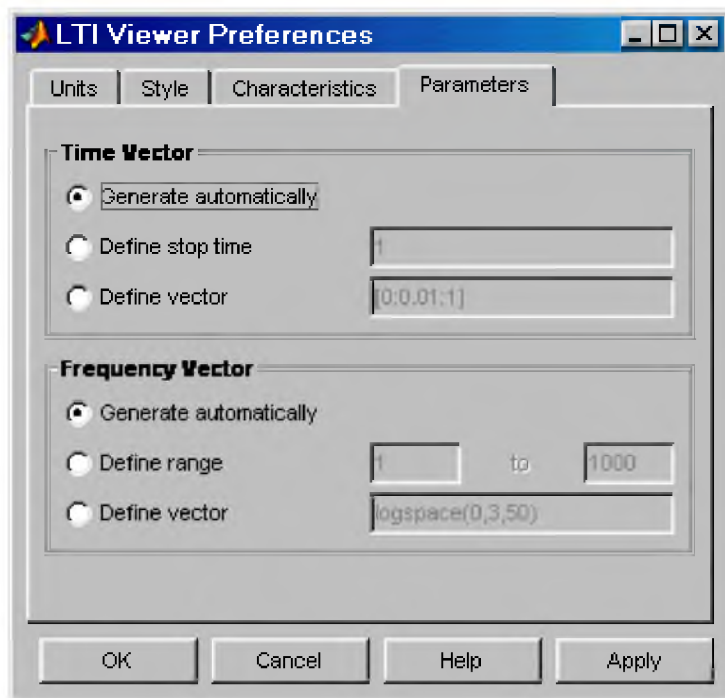

Рис. 11.8. Вкладка **Parameters**
3. Установка параметров расчета переходного процесса (вкладка **Characteristics**). Данная вкладка позволяет задать параметры установленные "по умолчанию" для вычисления времени нарастания и времени переходного процесса. По умолчанию **Simulink LTI-Viewer** вычисляет время переходного процесса как время, когда переходная функция входит в 2% зону и больше не выходит из нее (параметр **Show settling time within**). Также можно изменить параметры для вычисления времени переходного процесса (**Show rise time from**). На данной вкладке имеется также флажок **Unwrap phase**, установка которого позволяет избежать отображения разрывов в фазо-частотной характеристике, связанных с областью определения функции **arctg**, вычисляющей фазовый сдвиг. Внешний вид вкладки **Characteristics** показан на рис. 11.8.
4. Установка интервалов времени и частоты (вкладка **Parameters**). На данной вкладке задается временной интервал для расчета переходного процесса (панель **Time Vector**), а также интервал частот для расчета частотных характеристик (панель **Frequency Vector**). Внешний вид вкладки **Parameters** показан на рис. 11.8.